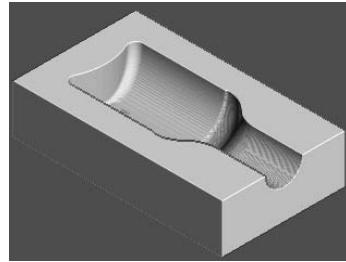

图 5-133 仿真加工结果 2
2) 在“仿真”工具栏的“当前刀具路径”下拉列表中选择要模拟的刀具路径 finish1，然后单击“执行”按钮，系统开始自动仿真加工，仿真加工结果如图 5-133 所示。